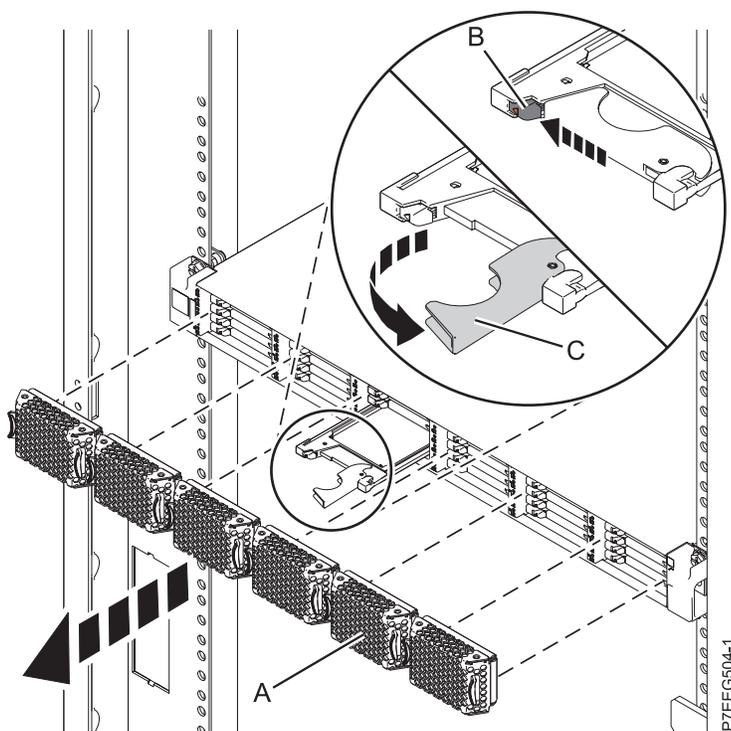

Figure 17. Retrait de l'unité SSD d'une armoire de stockage PCIe ED/R1
4. Retirez le panneau (A) qui couvre l'emplacement contenant l'unité SSD.
5. Lorsque le voyant d'identification de l'unité SSD s'allume et reste fixe, faites glisser doucement le taquet de déverrouillage (B) pour déverrouiller la poignée de l'unité. Pour plus d'informations, voir figure 17.
6. Saisissez la poignée (C) et tirez partiellement l'unité hors de l'emplacement.